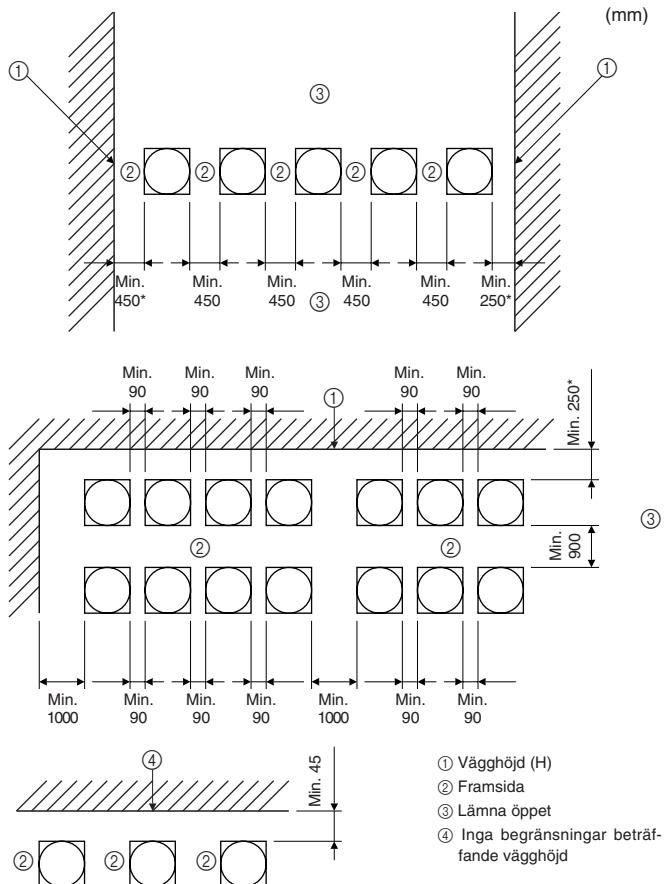

Fig. 2-8
2.4.2. Vid installation av flera utomhusenheter (Fig. 2-8)